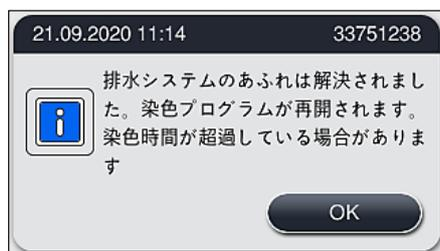

図 121
- ✓ 詰まっていた水が排出されると、他のメッセージ (→「図 121」) が表示され、染色プロセスを続行できることがユーザーに通知されます。「OK」 (→「図 121」) を押して続行します。
- さらなるクリーニングの試みが成功し、詰まりが除去されると、水位が危険レベルを下回ります。メッセージ (→「図 121」) が表示され、染色プロセスを続行できることがユーザーに通知されます。「OK」(→「図 121」) を押して続行します。プログラムが開始可能であることが表示され、処理中のプログラムが自動的に続行されます。